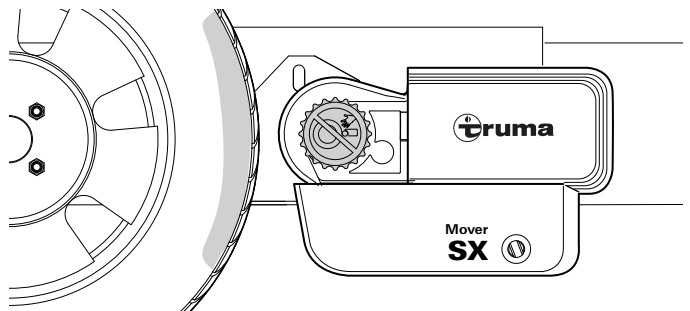

Abb. 25
- Der Abstand zwischen den Antriebsrollen und Reifen beträgt auf beiden Seiten 20 mm (Abb. 25). Überprüfung des richtigen Abstandes zwischen Reifen und Antriebsrolle siehe Kapitel 6.1